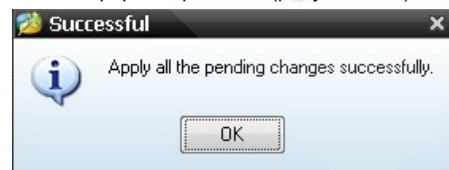

Рисунок 4.11. Сообщение об успешном завершении форматирования
8) По окончании процесса появляется диалоговое окно с сообщением об успешном форматировании (рисунок 4.11).